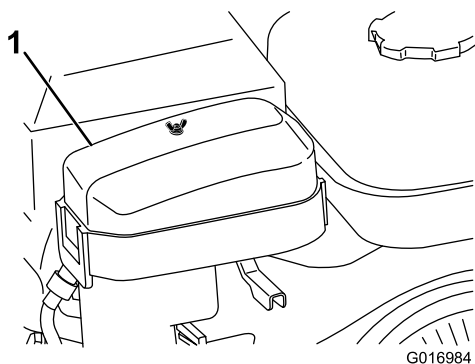

图25
2. 拧掉固定空气滤清器盖的蝶型螺帽，然后取下滤清器盖（图25）。